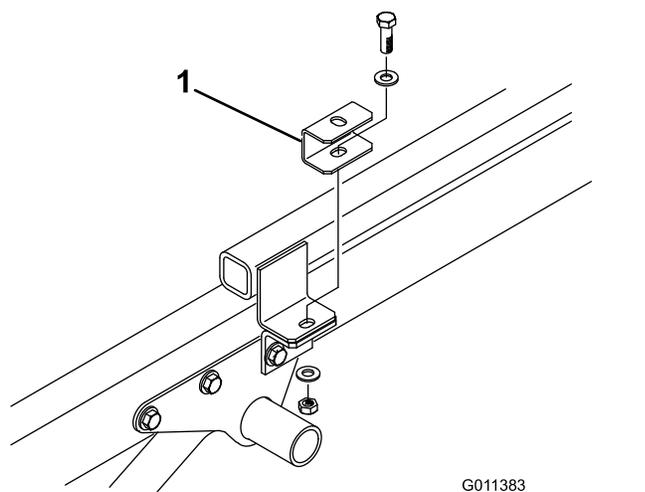

图 7
4. 用之前卸下的平头螺丝、2 个扁平垫圈和锁紧螺母将垫片安装架固定到各个挂钩架凸耳的顶部图 7。
6. 将机器放置到 Workman 工作车机架上后将后安装架中的孔与机器两侧的孔对齐图 7。